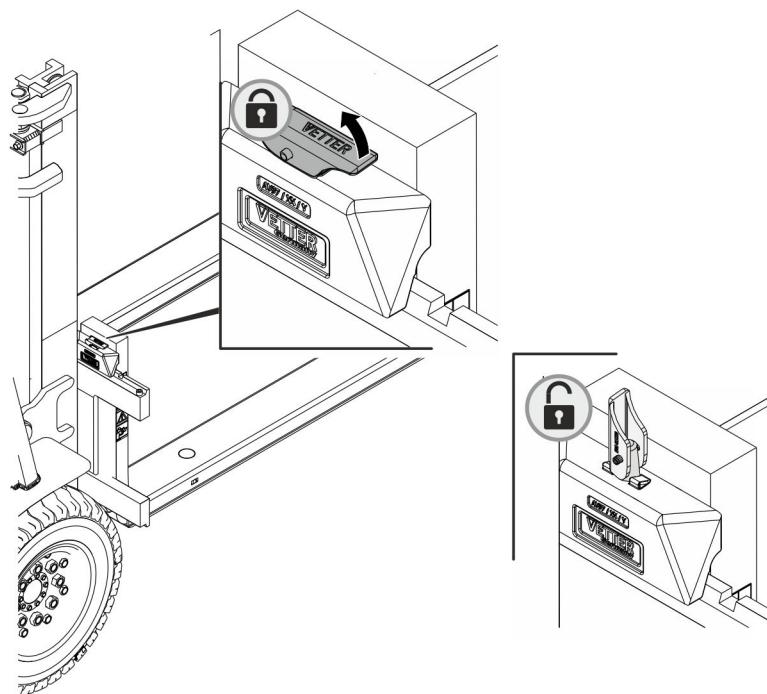

Abb. 9: Arretierung öffnen
4. ➔ Arretierung der ManuTel® G2 öffnen (Arretierungshebel der Arretierung senkrecht nach oben stellen; Abb. 9).